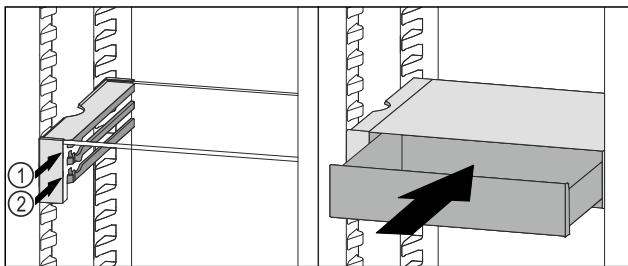

Fig. 149
- Posizionare il cassetto VarioSafe dietro i tappi sulla nervatura desiderata Fig. 149 (1) o Fig. 149 (2).